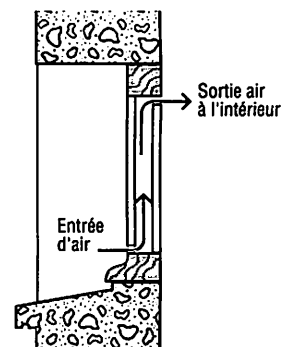

Fig. 8 : Fenêtre pariétodynamique, l'entrée d'air passe entre les 2 vitres du bas vers le haut.
- **Niveau 2.** Fenêtres pariétodynamiques (fig. 8). Il s'agit d'une ventilation classique avec les deux dispositions suivantes :